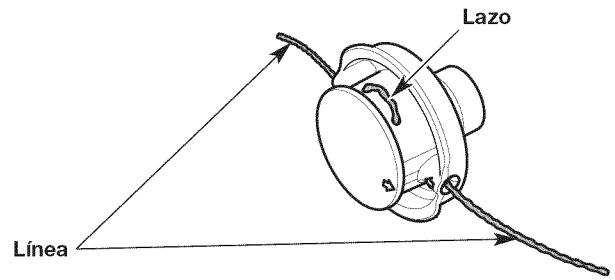

Fig. 15
4. Tire de los extremos del hilo hasta que quede tenso contra el cabezal de corte. Asegúrese de que los extremos del hilo sean de igual longitud (Fig. 15). Si un extremo es más largo que el otro, empuje el extremo más largo nuevamente a través del cabezal de corte parcialmente y tire del extremo más corto hacia afuera. De ser necesario, repita el proceso hasta que ambos extremos sean de igual longitud.
5. Presione el lazo expuesto del hilo de recorte hasta que esté ajustado contra el cabezal de corte (Fig. 15).